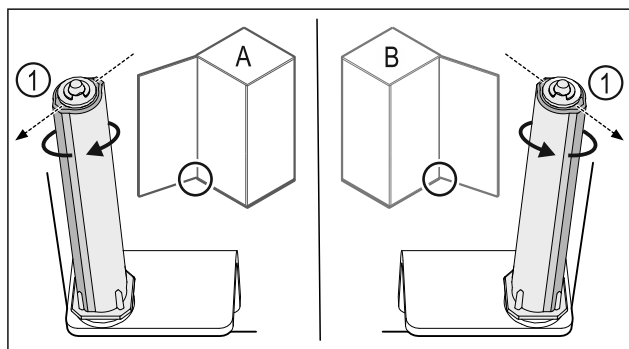

Fig. 33 Μεντεσέδες αριστερά (A) / Μεντεσέδες δεξιά (B)
- Περιστρέψτε το σύστημα κλεισίματος κόντρα στην αντίσταση, μέχρι ο κορμός του συστήματος κλεισίματος Fig. 33 (1) να είναι στραμμένος προς τα έξω.